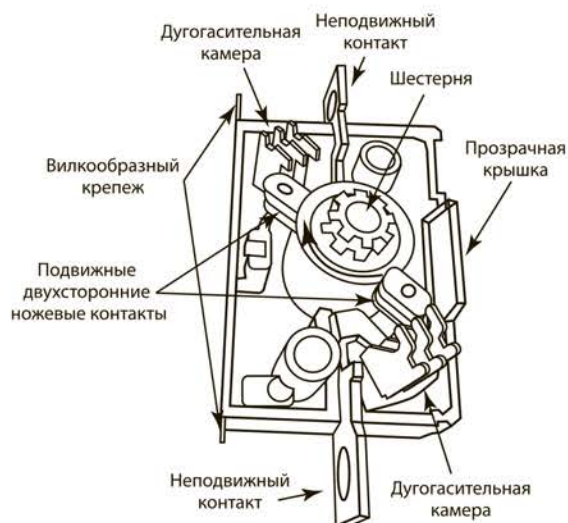

Рисунок 1. Конструкция полюса ВНК
4.1. Конструкция полюса ВНК представлена на рис. 1